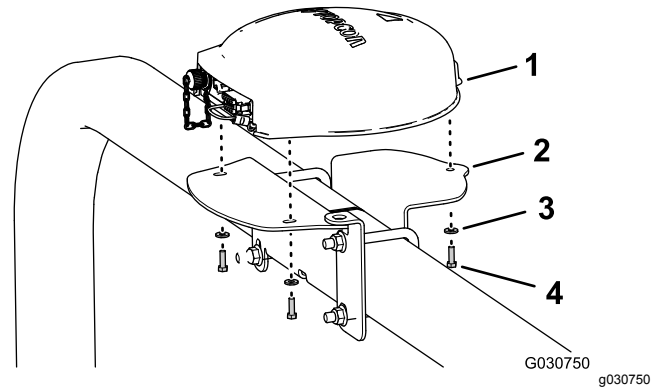

Figura 126
4. Alinee los 3 orificios roscados de la base del receptor de navegación con los 3 orificios del soporte del receptor (Figura 126).
5. Monte el receptor en el soporte (Figura 126) con 3 pernos de cabeza hexagonal (5 x 16 mm) y 3 arandelas (5 mm).